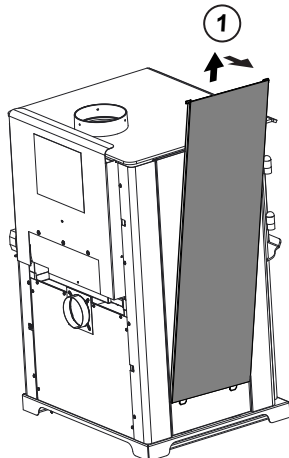

Figure 24.4
1. Retirez le panneau complet du côté en le soulevant et en le retirant de l'appareil (utilisez un outil plat afin de forcer le bas au besoin) (**Figure 24.4**).